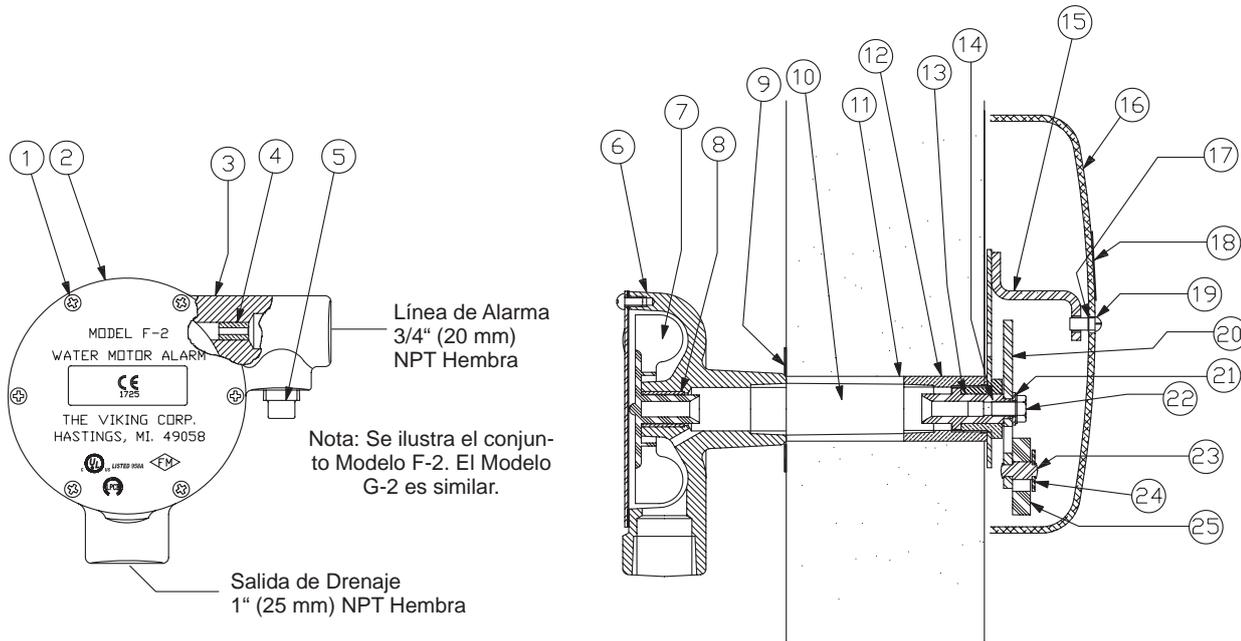

Figura 1. Conjunto de Alarma Hidromecánica
7. OPERACION (Ver Figura 1, pág. 711b)
11. INSTALACION (Ver Figura 1, pág. 711b)
- d. Cortar el eje (10) a la siguiente longitud: el grueso de pared más 2-3/4" (70 mm). Si se utiliza la copa de montaje añadir 3" (76 mm) adicionales.
- f. Deslizar el tubo espaciador sobre el eje, hasta la parte posterior del gong y roscarlo en el acoplamiento del soporte del gong (12).
- i. Desde la parte interior de la pared, deslizar la placa de fijación suministrada (9), sobre el extremo libre del tubo separador. (Si se utiliza la copa de montaje, colocarla en el extremo del tubo con la parte de mayor diámetro hacia la pared y antes de la placa de fijación).
(ver Figura 1)